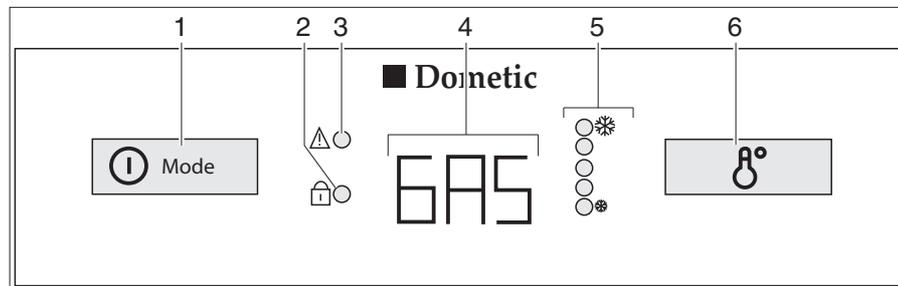

Bild 247 Bedienelemente für den Kühlschrank (Dometic 8er-Reihe mit AES)
Bei Störungen blinkt die Anzeige-LED Störung "⚠" (Bild 247,3).
Wenn die 230-V-Versorgung **nicht** angeschlossen und der Fahrzeugmotor **ausgeschaltet** ist, wählt das AES die Gasversorgung. Beim Anwählen des Gasbetriebs wird die Zündsicherung automatisch geöffnet, so dass Gas zum Brenner strömen kann. Gleichzeitig wird der elektronische Zünder eingeschaltet. Erlischt die Gasflamme, z. B. durch einen Luftzug, wird der Zünder sofort aktiviert und zündet das Gas wieder an. Bei Störung im Gasbetrieb blinkt in der Betriebsanzeige (Bild 247,4) der Text "GAS".
Nach dem Einschalten wählt der Kühlschrank automatisch die mittlere Thermostateinstellung. Diese Einstellung kann manuell mit dem Schalter für die Temperatureinstellung (Bild 247,6) nachgeregt werden. Die Anzeige-LEDs (Bild 247,5) zeigen die gewählte Thermostateinstellung an. Mit dem Schalter wird die Kühltemperatur für alle drei Energiearten eingestellt. Es dauert einige Stunden, bis der Kühlschrank die normale Betriebstemperatur erreicht hat. Beim Umschalten der Betriebsart wird die Thermostateinstellung beibehalten. Die Kühltemperatur wird unabhängig von der Energieart beibehalten.
- Den Einschalter/Energie-Wahlschalter (Bild 247,1) 2 Sekunden lang drücken, um das Gerät einzuschalten. Die zuletzt gewählte Betriebsart wird in der Betriebsanzeige (Bild 247,4) angezeigt.
- Mit dem Einschalter/Energie-Wahlschalter (Bild 247,1) die Energieart wählen.
- Die Kühltemperatur am Schalter für Temperatureinstellung (Bild 247,6) einstellen. Die Anzeige-LEDs (Bild 247,5) zeigen die gewählte Thermostat-Einstellung.
- Den Einschalter/Energie-Wahlschalter (Bild 247,1) 2 Sekunden lang drücken. Alle Anzeigen erlöschen.